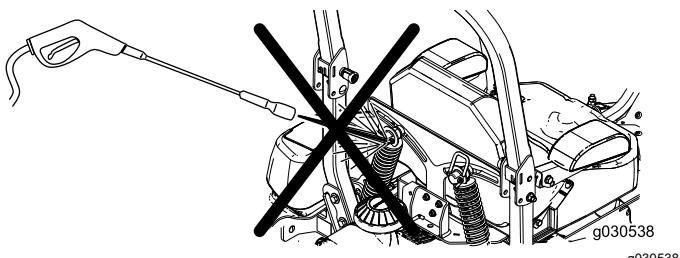

Figura 92
**Nota:** No limpie los conjuntos de amortiguador con agua a presión (Figura 92).